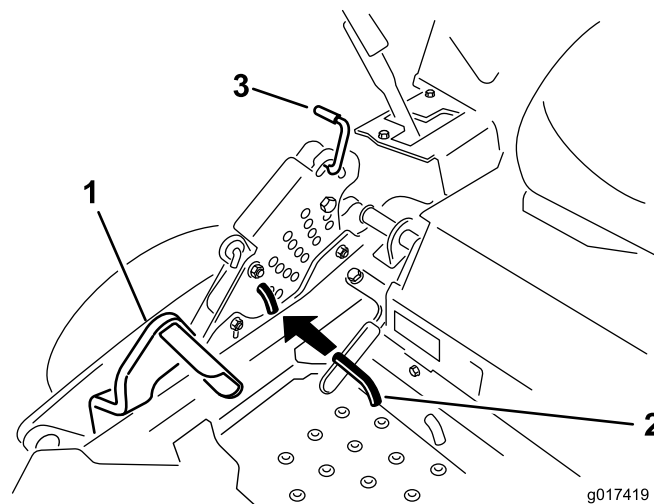

Figura 25
2. Premete il pedale di sollevamento del piatto e sollevate il piatto di taglio in posizione di trasporto (oltre la posizione dell'altezza di taglio di 140 mm) (Figura 25).
3. Per regolare, ruotate il perno di 90 gradi e togliete il perno dalla staffa dell'altezza di taglio (Figura 25).
4. Nella staffa dell'altezza di taglio scegliete un foro corrispondente all'altezza richiesta, ed inserite il perno (Figura 25).